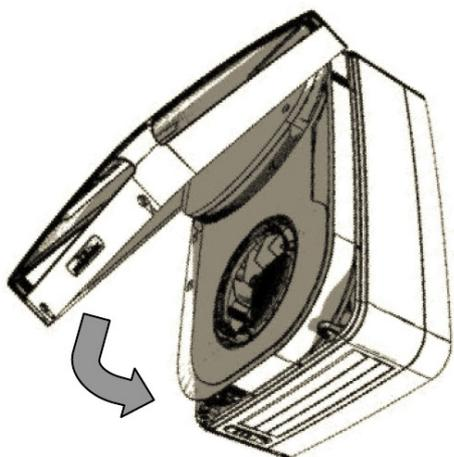

FIG.15
- 13- Remettre le capot et visser les 2 vis de fixation. (FIG 15 et 16)